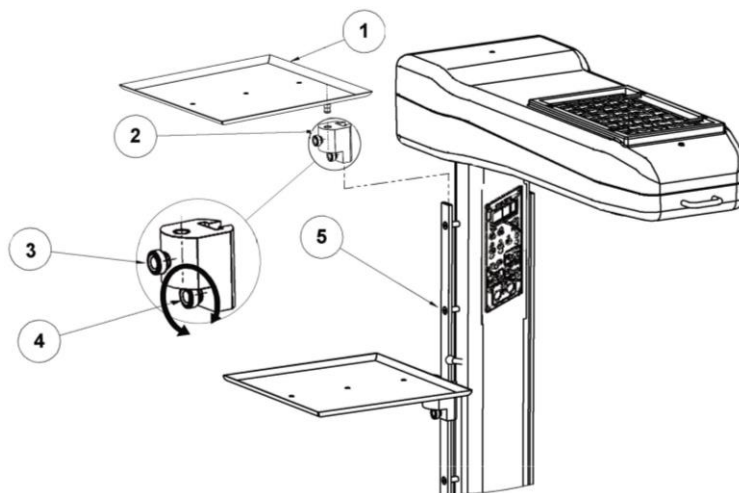

Figura 62 – Montagem do Suporte de Monitor
- Colocar o mancal (2) na régua para fixação de acessórios (5), conforme figura 62.
- Posicionar o mancal (2) na régua (5) na posição desejada e girar o manípulo (4) do mancal para direita para fixá-lo na régua.
- Encaixar o suporte de monitor (1), em seu respectivo local, no mancal (2).
- Girar o manípulo (3) do mancal para direita para fixar o suporte do monitor (1).